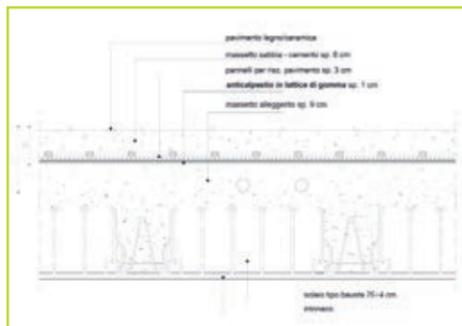

Figura 3
La figura 3 mostra il particolare costruttivo di un solaio per il quale la prova in opera ha fornito il notevole risultato $L'_{nw} = 44$ dB, ampiamente migliore di $L'_{nw} = 53$ dB previsto dalla Classe 1. Il risultato è stato conseguito in un fabbricato realizzato a Sovizzo (VI) con pareti di facciata e divisorie tra unità, in laterizio, senza controsoffitti o contropareti in cartongesso.